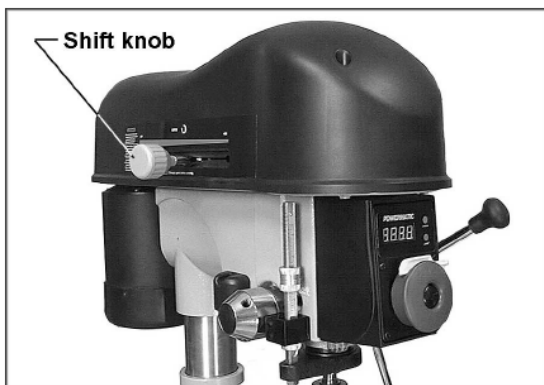

Рис. 7
3. Вставьте ручку переключения скоростей во втулку сбоку, вкрутив ручку по часовой стрелке (Рис. 7).